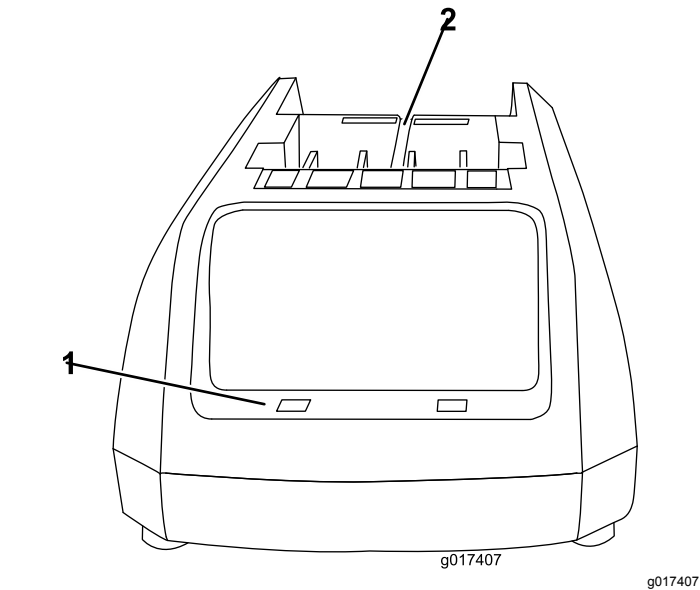
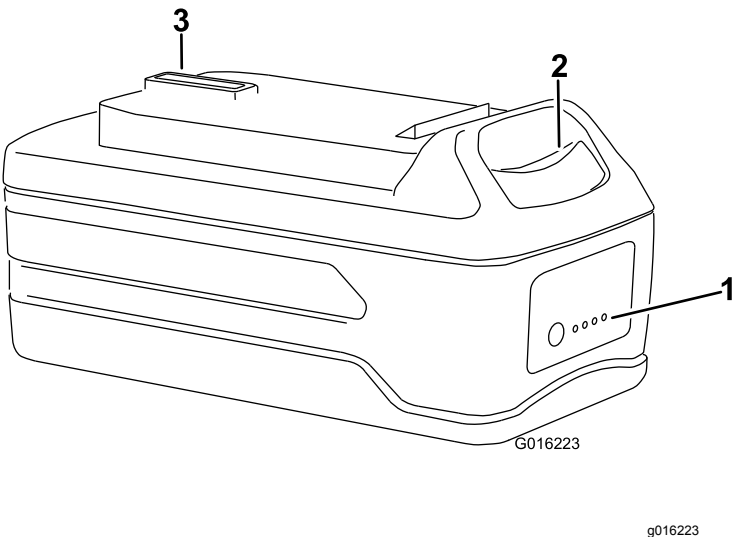

Figure 1
Figure 2
- 1. Retournez la batterie et placez la borne en face de la fente du chargeur (Figure 1 et Figure 2).